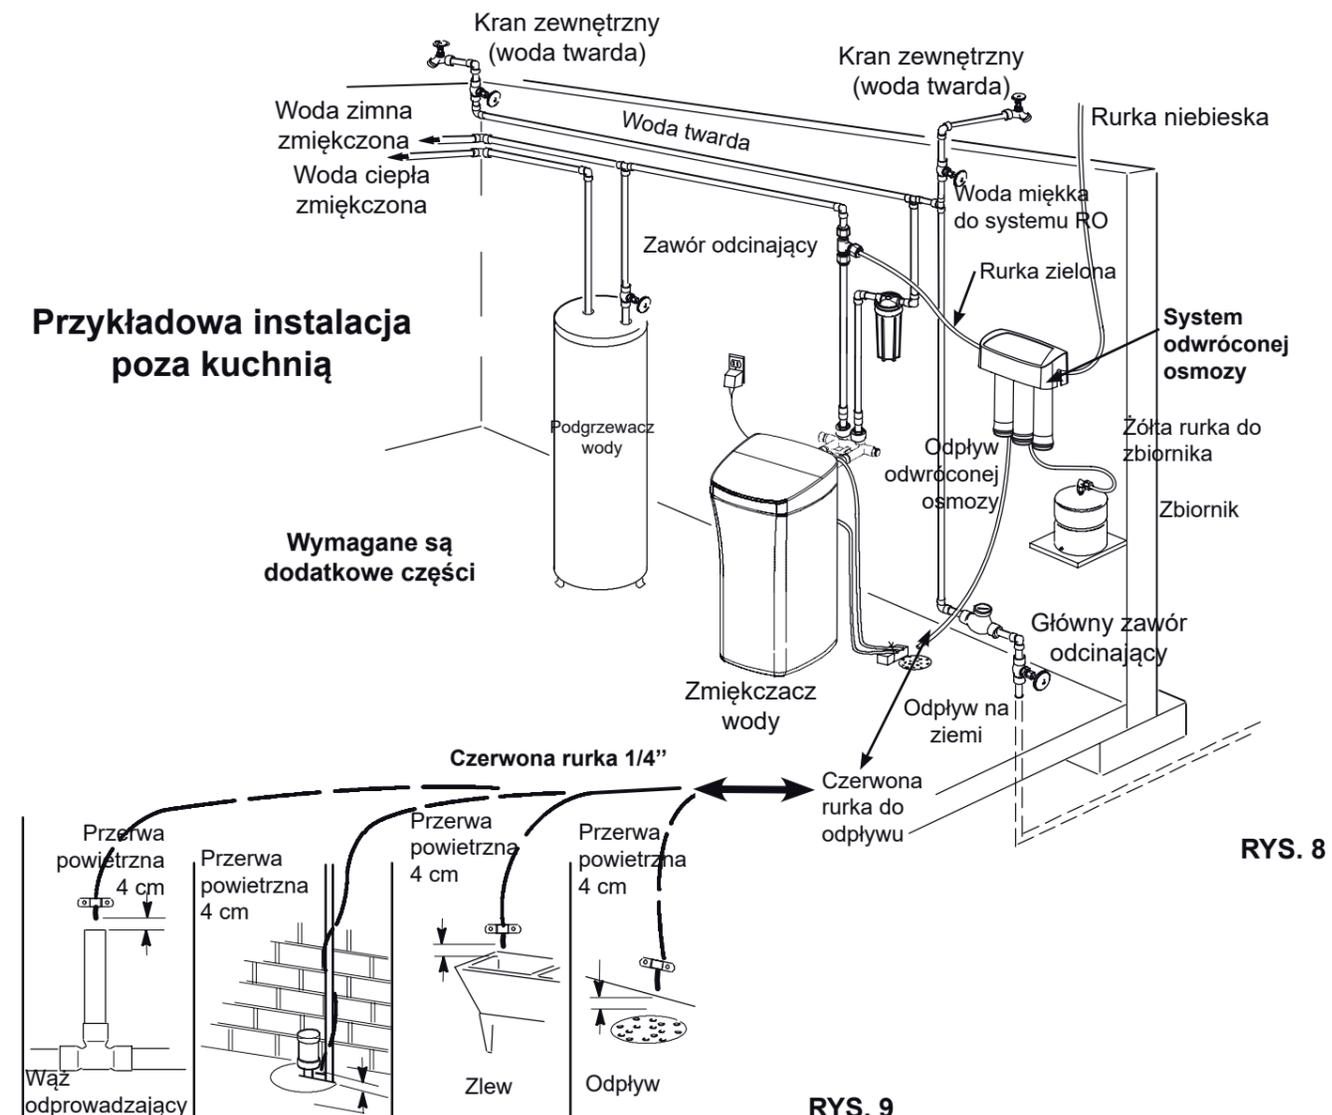

RYS. 7
Przyłącze odpływowe znajduje się w zestawie. Sprawdź części przyłącza (Rys. 7). Przyłącze odpływowe jest zawsze instalowane na rurze odpływowej ze zlewu przed lub za syfonem (Rys. 6). Upewnij się i stosuj rozwiązanie zgodne z przepisami.
5. Nałóż dwie nakrętki motylkowe na gwintach i przykręć z wycuciem, tak aby nie złamać korpusu przyłącza, nie uszkodzić nakrętki lub rury (Rys. 7).